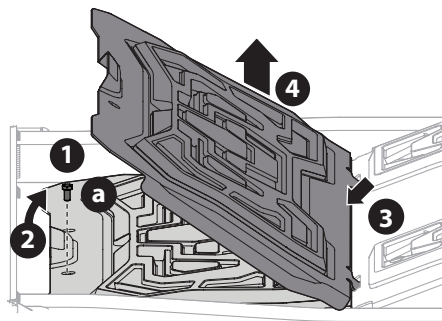

Figura 32
- Con una herramienta para usos múltiples o una llave de cubo de 1/2 pulgada, extraiga el tornillo de cabeza hexagonal (a) que sujeta el panel de piso en su lugar (Figura 32).
- Levante con cuidado la parte trasera del panel de piso (Figura 32).
- Para liberar el frente del panel de piso, deslícelo hacia atrás (Figura 32).
- Levántelo para separarlo del tractor (Figura 32).